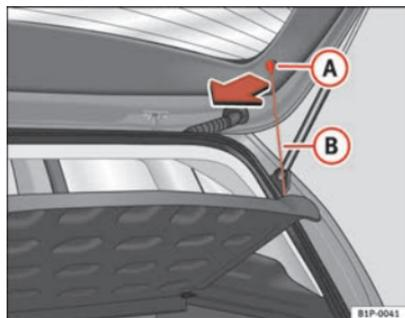

Fig. 106 Bandeja portaobjetos
- Desenganche los tirantes ⇒ fig. 106 **B** de los alojamientos **A**.